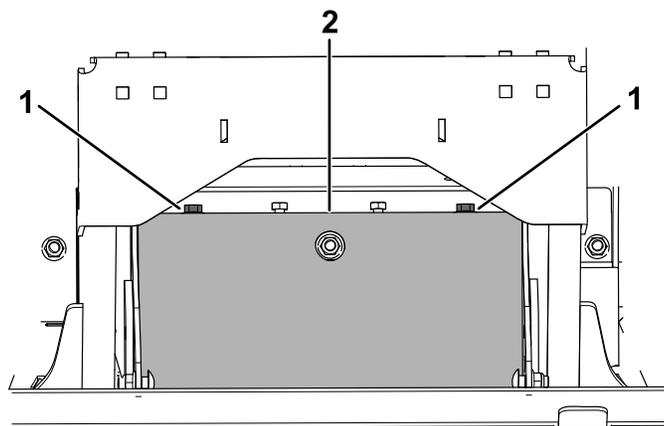

**Figura 61**
4. Retire a mola do perno do fixador no braço intermédio (Figura 61).
5. Retire a correia do cortador gasta (Figura 61).
6. Instale a nova correia do cortador em torno da polia da embraiagem, das polias da plataforma e da polia intermédia (Figura 61).
7. Instale a mola no perno do fixador no braço intermédio (Figura 61).